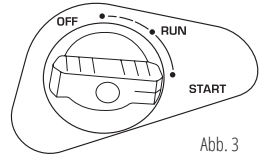

Abb. 3
4. Stellen Sie die Starterklappe in die Position „START“ (Abb. 3).